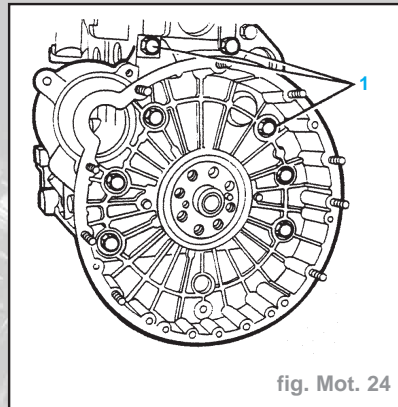

fig. Mot. 24
deux boulons extérieurs (1), puis dégager le carter de volant des deux chevilles de repère et du vilebrequin (Fig. Mot. 24).